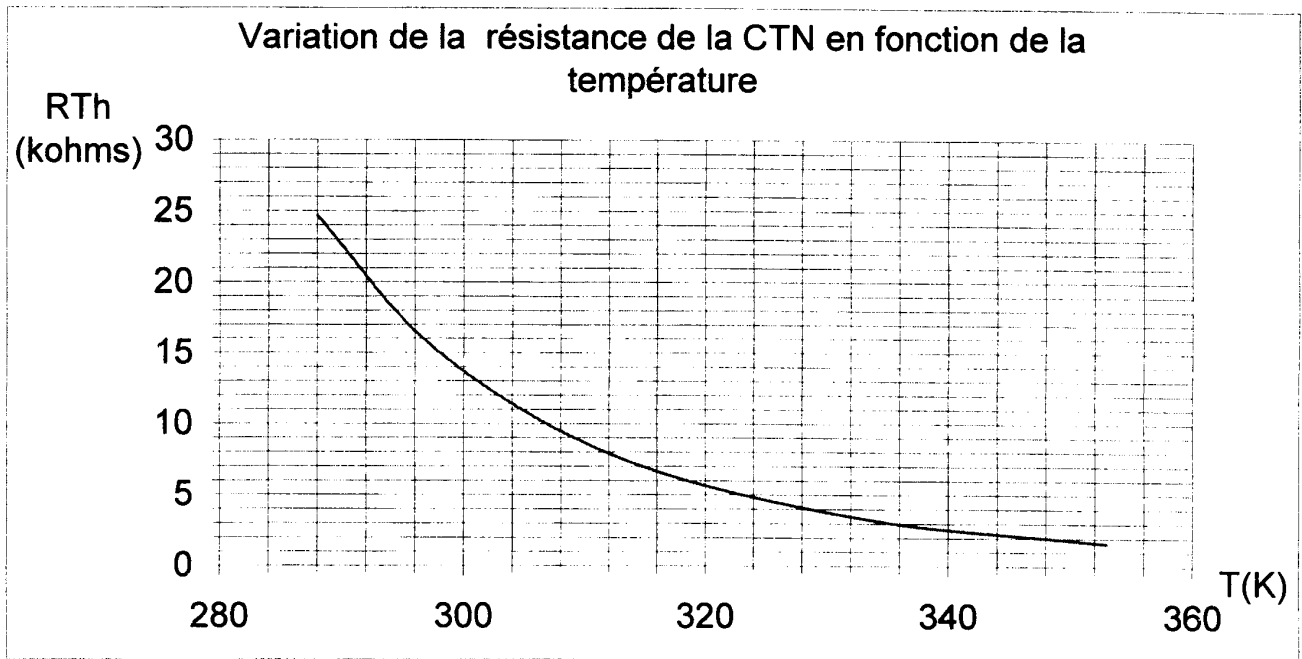

fig 6
2.1. Une série de mesures effectuées sur la CTN a permis de tracer la courbe (figure 6) représentant la résistance R_{Th} (en $\text{k}\Omega$) en fonction de la température absolue (en kelvins).